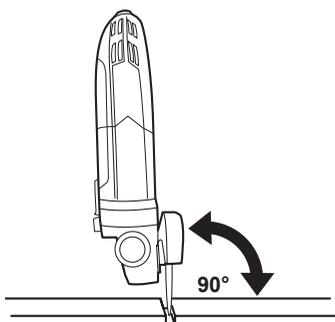

Fig. 20
2. Sujete el producto de manera que el disco de corte forme un ángulo de 90° frente a la pieza (Fig. 20).